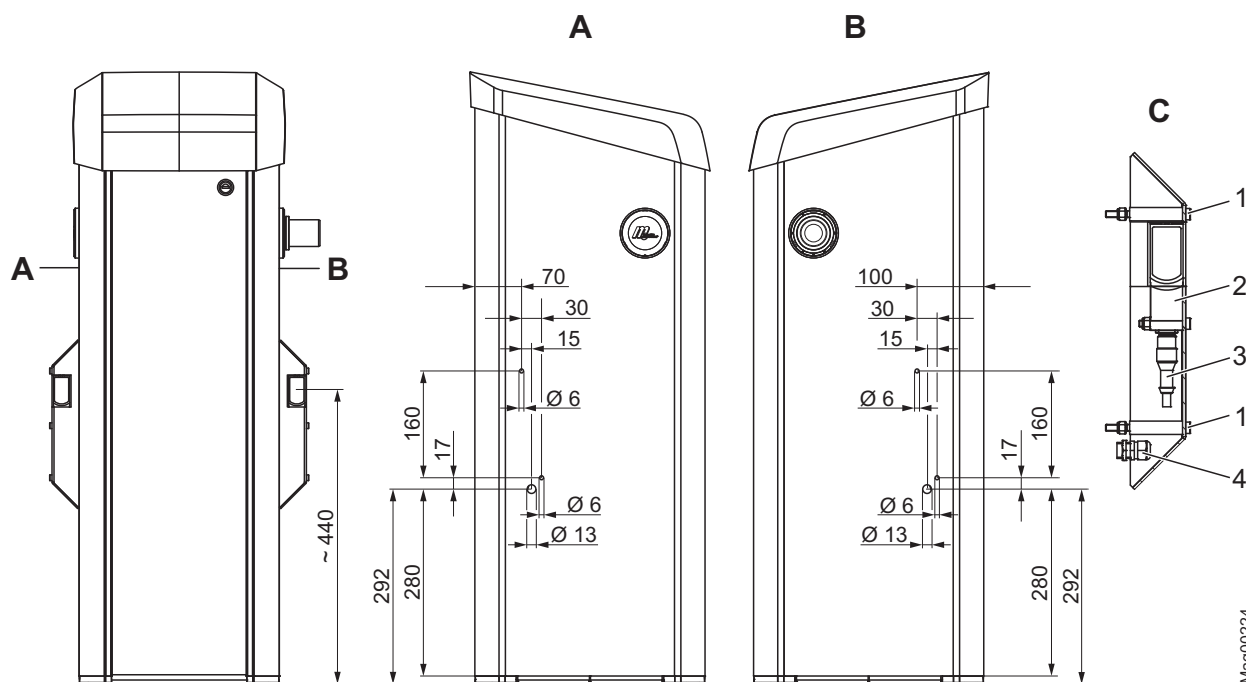

Fig. 23: Monter lysporthuset til senderen på bomhuset (mål i mm)
1. Hullene for lysporthuset må bores i henhold til Fig. 23 på bomhuset.